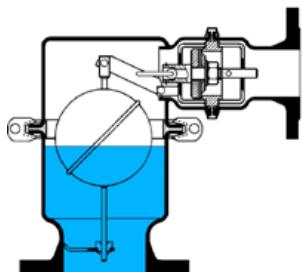

Рис. 3
**3. Воздухоотводчики двойного действия** реализуют обе рассмотренные выше функции. Данного типа воздухоотводчика имеет два седла: большое для реализации пусковой функции и малое для постоянной работы (Рис. 3). Примеры воздухоотводчиков двойного действия — EB1.74, EB1.84.